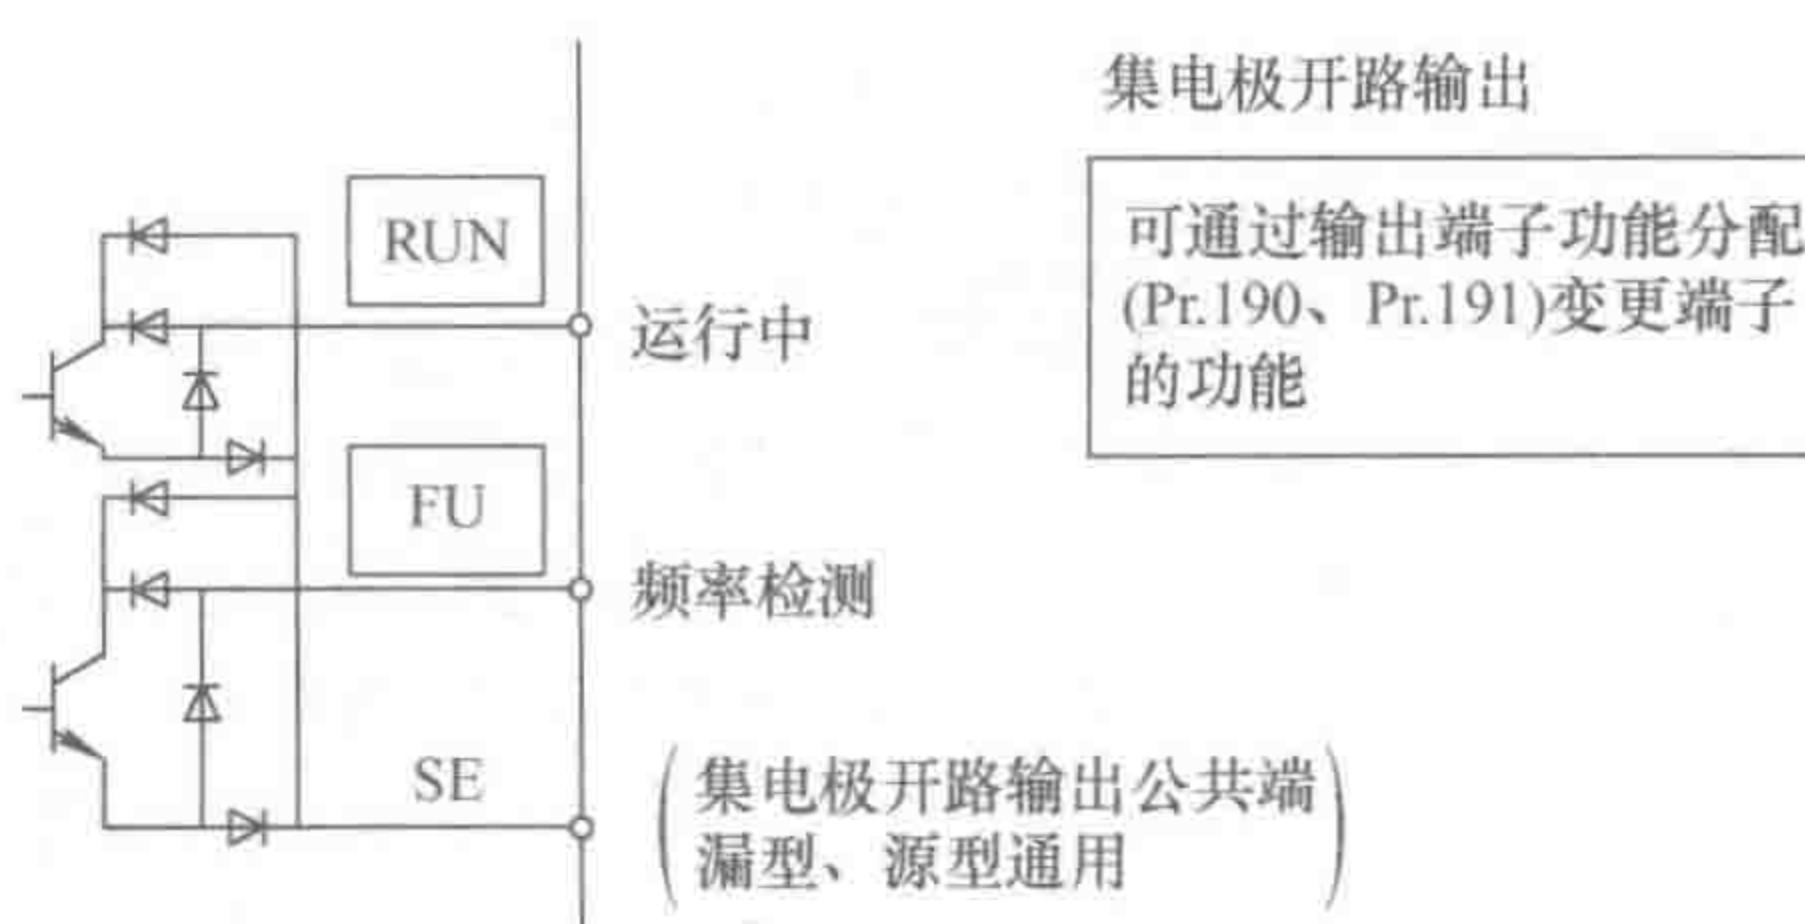

图1-10 变频器输出信号结构图
2) 控制回路输出信号端子简介。变频器的输出信号端子为晶体管结构。如变频器RUN、FU输出信号结构如图1-10所示，端子SE是集电极开路输出信号的公共端。输出端子信号功能见表1-4。